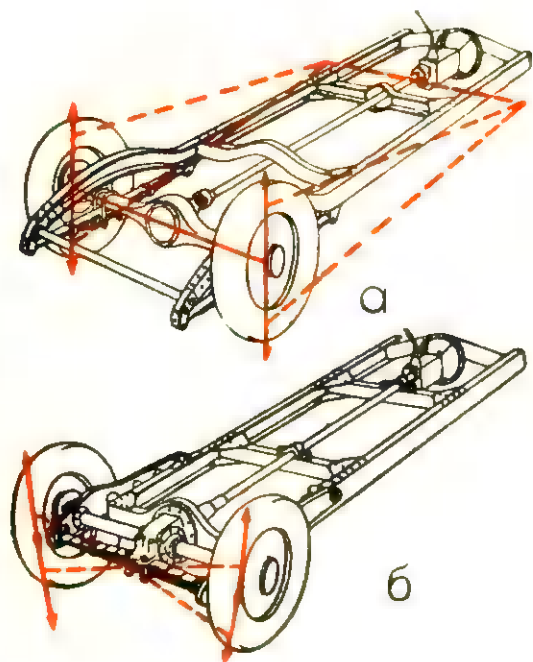

Рис. 35. Рама, осі та ресори.
Осі автомашини можуть бути або **сталі**, то значить виконані з одної штаби, чи з двох частей, але не ломаних, або **ламні** зложені з двох півосей, що можуть ламатись під кутом. Тоді обидва колеса завішені незалежно від себе, що дає краще ресорунання. На рис. 35 а бачимо раму зі ■■■■■ осями, а на рис. 35 ■ з ламними. ■ обидвох випадках осі прикріплені до рами за посередництвом нівеліптичних ресорів.
Рис. 35 а. Двосувний рушій.
1. Немає хлипаків, а тим самим і кулачкового валка та попихачів. Їх заступають отвори звані каналами в циліндрі, згл. в толочу. Маємо отже  всисний (рис. 35  „Е”), канал вихлипний „А” і канал перепливовий „С”. Вхід перепливового каналу до циліндра означений буквою „В”.
рушія і тому мусить він бути зовсім щільний, а в картері не може бути олія (гл. рис. 35 а).
Рушій з носковим толоком з'ображений на рис. 35 а вгорі. Носок толока означений буквою „D". Перебіг праці такого рушія є наступний:
По вибуху толок посувається вниз і легко стискає засану перед тим до корбового простору мішанку. Горішний правий беріг толока відкриває вихлипний канал **A**, а сейчас після того також переплизовий канал **C—B**. Гази спалення виходять вихлипним каналом, а свіжа, стиснена передтим, мішанка входить отвором **B** до циліндра, де носок **D** спрямовує її вгору (рис. 35 а, вгорі направо) і не дозволяє лишатись з газами спалення. В тім часі толок осягає долішне мертве положення, ■ потім посувається вгору і зачиняє отвори переплизового і вихлипного каналу. Гази спалення вспіли ■ вийти, а свіжа мішанка виповнила циліндер. Дальшим рухом вгору, толок стискає мішанку в циліндрі, а рівночасно розріджує простір корбовий, бо всі канали зачинені. Коротко перед гор. мертвим положенням, долішний беріг толока відчиняє всисний канал **E** (рис. 35 а вгорі наліво за толоком), яким свіжа мішанка впадає до розрідженого простору під толоком. Толок доходить до горішнього мертвого положення, настає вибух і перебіг праці повторяється.
Праця рушія з плоским толоком представлена ■ рис. 35 а внизу. Різниця він від попереднього конструкцією толока та формою ■ і розміщенням каналів, що саме дозволяють на вплив газів і наповнення циліндра без участі носка.